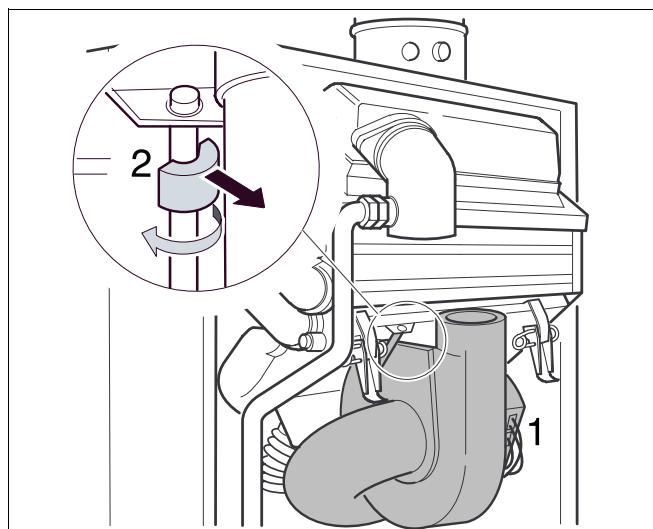

Fig. 36 Estrazione della protezione di tenuta
- Rimuovere il connettore dal ventilatore (fig. 36, pos. 1).
- Svitare la protezione di tenuta dal ventilatore ed estrarla (fig. 36, pos.2).